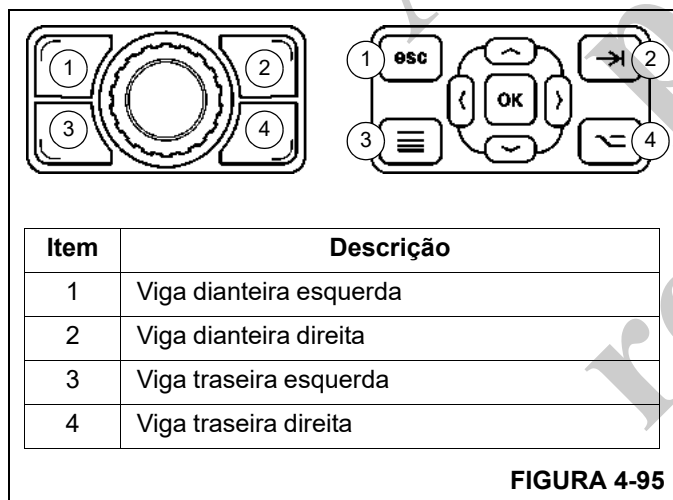

FIGURA 4-95
3. Para estender as vigas do estabilizador, posicione a Chave de extensão/retração do estabilizador (17, Figura 3-9) no apoio de braço esquerdo na posição de extensão, então pressione e mantenha pressionado um ou mais dos quatro botões no Botão rotativo ou na Placa de controle de navegação (Figura 4-95).
NOTA: As posições da viga do estabilizador correspondem aos quatro botões no Botão rotativo e na Placa de controle de navegação do ODM (Figura 4-95 e Figura 4-96).